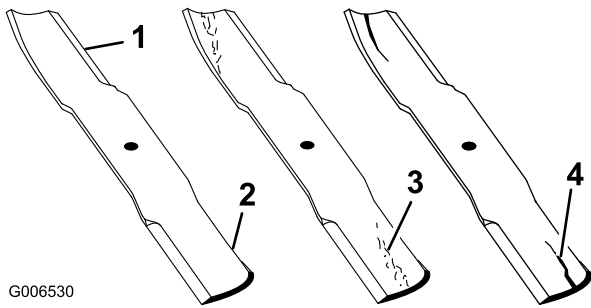

Figura 41
1. Controllate i taglienti (Figura 41). Se i taglienti non sono affilati o presentano intaccature, togliete le lame ed affilatele; vedere Affilatura delle lame.
2. Controllate le lame, in particolare l'area curva (Figura 41). In caso di danni, usura o scanalature nell'area (Figura 41, voce 3) montate immediatamente una nuova lama.